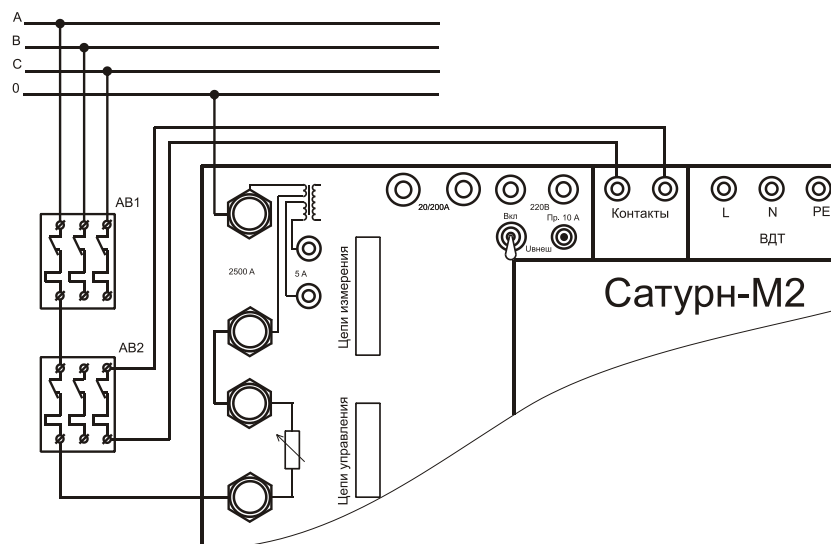
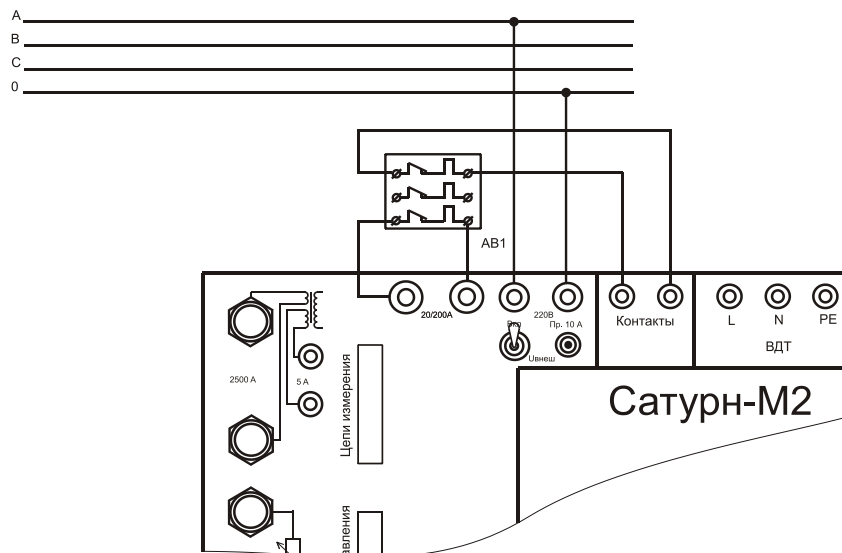

Рисунок 3 – Схема подключения устройства «Сатурн-М2» при проверке АВ на номинальные токи до 200 А
Рисунок 4 – Схема подключения устройства «Сатурн-М2» при проверке АВ на номинальные токи до 20 А
Для проверки автоматических выключателей с помощью устройства «Сатурн-М2» необходимо собрать схему, показанную на рис. 4, при проверке автоматов на номинальный ток до 20 А; или схему, показанную на рис. 3, при проверке автоматов на номинальный ток до 200 А. При проверке автоматов по схеме рис. 4 необходимо включить тумблер «Увнеш».
Внимание! При включенном тумблере «Увнеш» (при проверке автоматов по схеме рис. 4) шпильки силового выхода канала 1 находятся под напряжением, поданным на клеммы «~220В». Соединительные провода и перемычка должны быть отсоединены от шпилек, а защитная крышка, закрывающая шпильки, опущена!
При проверке автоматов по схеме рис. 3 необходимо отключить тумблер «Увнеш» и отсоединить все провода от клемм «20/200А» и «~220В», т.к. они могут находиться под напряжением, подаваемым на шпильки силового выхода.
8.4.1.11 При попытке запуска режима при отключенном автомате (см. рис. 3), или при выключенном тумблере «Увнеш» (см. рис. 4) режим не запускается, а на индикатор выводится сообщение об отсутствии напряжения «Отсутствует Uвх».